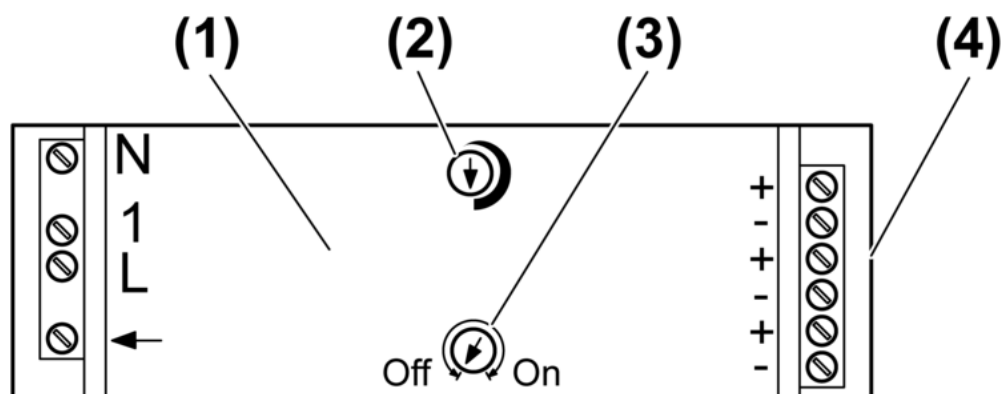

Figure 1: Conception de l'appareillage
- Régler le sélecteur **Luminosité de base** (figure 1), jusqu'à ce qu'une luminosité de base encore correctement visible soit émise.